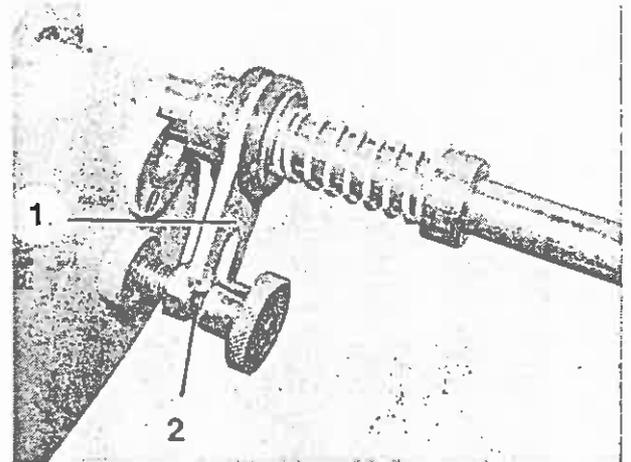

Bild 81
5. Abrollachse so in die Lager des Einwicklerapparates einsetzen, daß die Gabel (Bild 81/1) der Bremsvorrichtung in die Aussparung (Bild 81/2) eingreift.